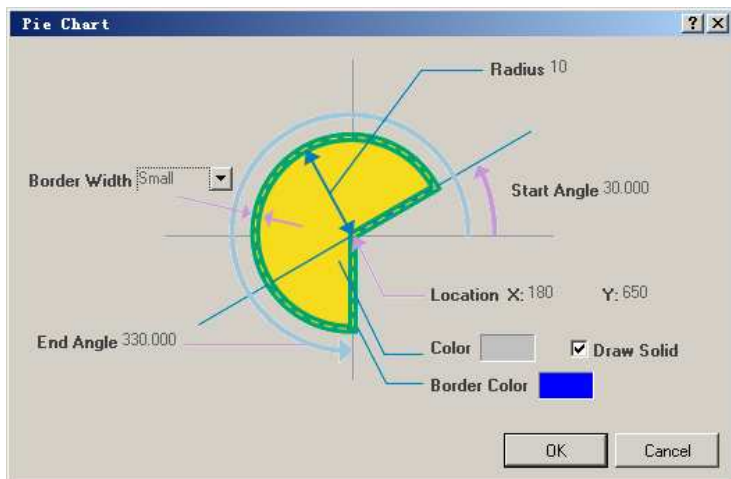

图 2.122 “Pie Chart”对话框
(1) 主菜单中选择“Place”->“Drawing Tools”->“Pie Chart”命令，或者单击“Utilities”工具栏中的绘图工具按钮，在弹出的绘图工具栏中选择扇形工具。
(2) 单击键盘的“Tab”键，打开如图 2.122 所示的“Pie Chart”对话框。